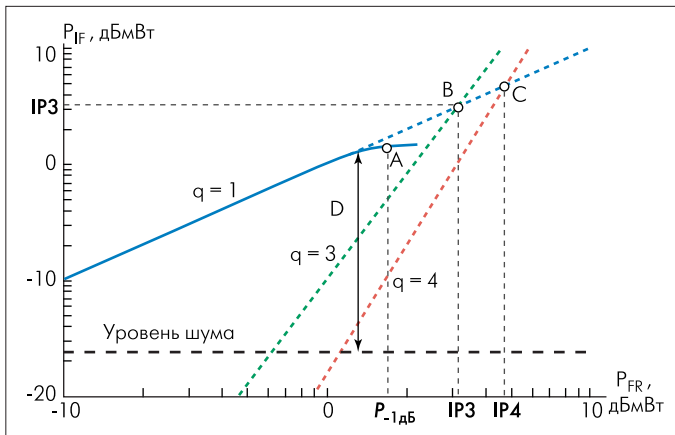

Рис.2. Амплитудные характеристики смесителя для полезных продуктов первого ($q = 1$), третьего ($q = 3$) и четвертого ($q = 4$) порядков
- **мощность полезного P_{RF} и опорного P_{LO} сигналов**. Значения мощностей указываются в децибелах по отношению к уровню 1 мВт (дБмВт) [1] для середины рабочего диапазона частот. Нелинейность амплитудной характеристики смесителя $P_{IF}(P_{RF})$, снимаемая при одногармоническом сигнале на RF-входе, характеризуется **уровнем 1-дБ компрессии** (1-dB-Compression Point), т.е. мощностью входного сигнала $P_{-1\text{дБ}}$, при которой коэффициент передачи смесителя C_{R-1} падает на 1 дБ по сравнению с малосигнальным значением (рис.2, точка А). При использовании двойного логарифмического масштаба по осям (Bode Diagram) получим, что мощность интермодуляционных продуктов третьего порядка $P_{ИМ3}$ (рис.2, зеленая пунктирная линия) увеличивается с ростом P_{RF} в три раза быстрее, чем $P_{IF}(P_{RF})$ в малосигнальной области, а мощность продуктов четвертого порядка (рис.2, красная пунктирная линия) – в четыре раза быстрее. Точка пересечения продолжения линии $P_{IF}(P_{RF})$ с линией $P_{ИМ3}$ (рис.2, точка В), где мощности основного и ближайшего паразитного продуктов равны, называется **точкой IP3** (Intercept Point 3rd Order). Для измерения уровня I_{P3} при помощи анализатора спектра на RF-вход подаются два сигнала близких частот одинаковой мощности, а на вход LO – опорное колебание. Величина IP3 должна определяться при номинальном уровне P_{LO} , который по умолчанию равен +3 дБмВт. Некоторые производители для справок приводят входной уровень для IP3 (Input IP3), другие указывают выходную мощность для этой точки (Output IP3). Если в результате действия мер по балансировке смесителя уровень IP3 возрастает, то существенным может стать **уровень IP4** (рис.2, точка С). Разность между уровнем выходной мощности в точке $P_{-1\text{дБ}}$ и уровнем мощности шума, измеряемая в децибелах (рис.2, отрезок D), определяет динамический диапазон смесителя.